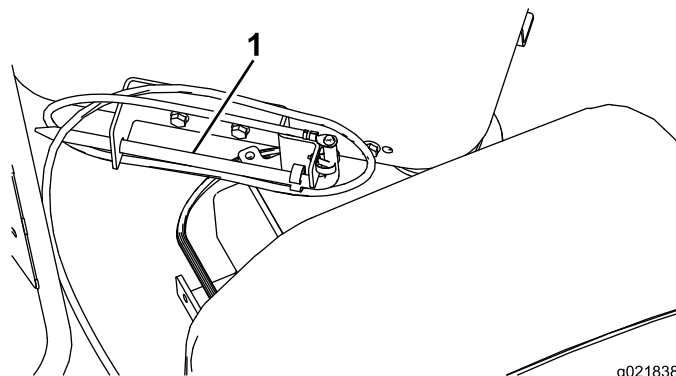

Figure 31
8. Rangez le piquet de terre dans son support sur la plate-forme de l'opérateur, comme montré à la Figure 31.